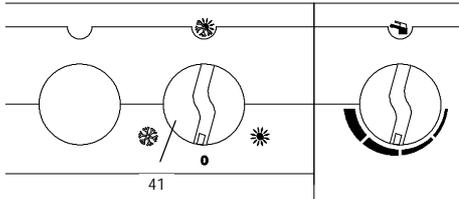

fig. 4.1
Prima di eseguire le operazioni descritte in seguito, accertarsi che il commutatore di funzione (41) sia sulla posizione di spento "0" (fig. 4.1).
- 22 Spegnere la caldaia portando il commutatore (41) sulla posizione "O" (fig. 4.1) e **illustrare**